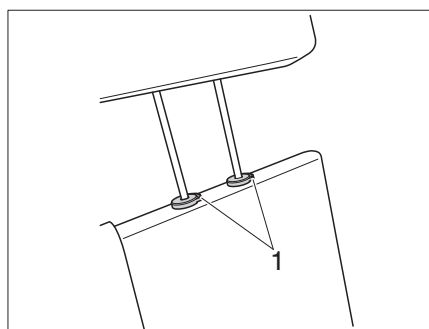

Bild 18 Nackstöd sittbänk (Variant 2)
- Variant 2* ■ Tryck på båda säkerhetsknapparna (Bild 18,1) och justera eller ta bort nackstödet.